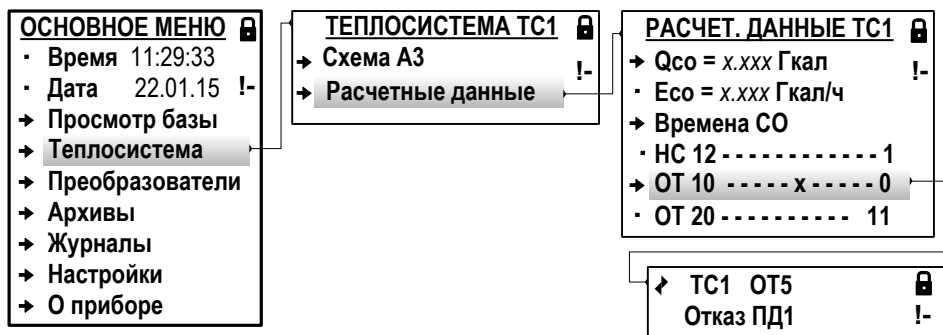

Рис.39. Вид окон индикации отказов датчиков и НС в расчетной теплосистеме (режим РАБОТА).
6.6.5.2. В режиме РАБОТА просмотр зафиксированных отказов (НС) возможен в меню **Теплосистема / Расчетные данные** (рис.39):